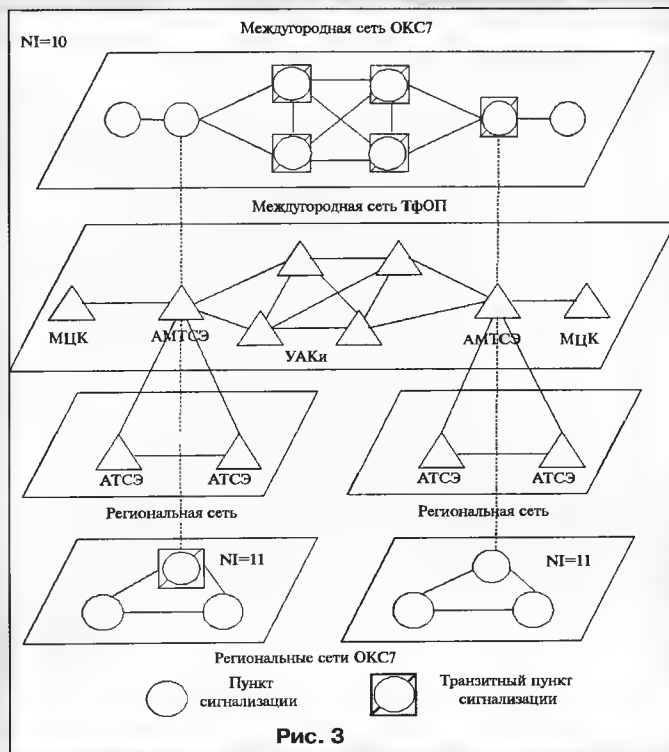

Рис. 3
**Иерархия построения сетей ОКС 7** Взаимоувязанной сети связи РФ. Национальная сеть ОКС 7 России разделена на два уровня иерархии: федеральную (междугородную) и региональную (местную) сеть. Принципы построения сетей ОКС 7 России указаны на рис. 3. Различия принадлежности сигнальных единиц к тому или иному уровню иерархии производится по индикатору иерархического уровня сети (Network Indicator — NI) в поле подслужбы байта служебной информации. Междугородные центры коммутации (МЦК) и междугородные телефонные станции (МнТС), а также межрегиональные центры подвижной связи (Gate Mobile Telephone Exchange — GMTX), которые выполняют роль шлюзов и входят в состав ВСС РФ, включают в себя пункты сигнализации междугородной сети ОКС 7. Используемое значение индикатора сети, в зависимости от уровня иерархии сети сигнализации, приведено в таблице (bin — бинарный).